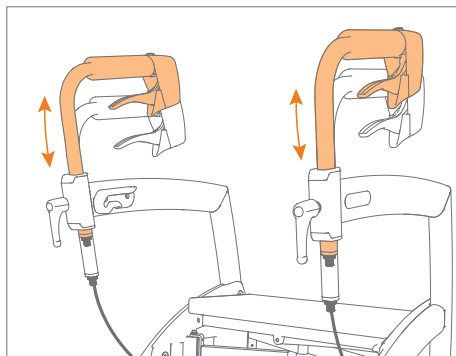

Figure 24: Réglez la hauteur correcte.
- Faites glisser les poignées à la hauteur correcte (**Figure 24**).